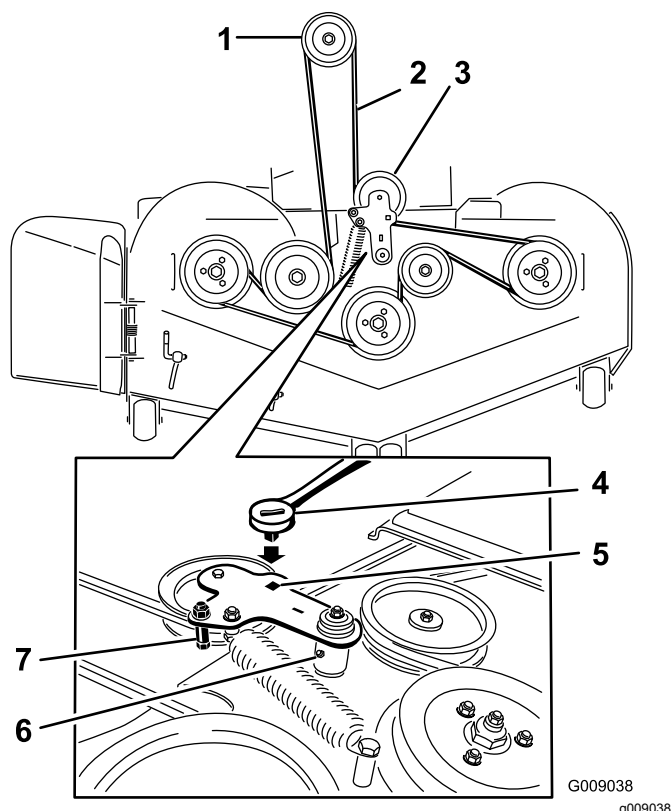

Figure 80
5. Insérez un rochet dans le trou carré du bras de la poulie de tension pour détendre le ressort de la poulie de tension (Figure 80).
7. Enlevez le guide-courroie situé sur le bras de la poulie de tension rappelé par ressort (Figure 80).
9. Acheminez la courroie neuve autour des poulies du tablier de coupe et de la poulie d'embrayage, sous le moteur (Figure 80).
10. Montez le guide-courroie sur le bras de la poulie tension (Figure 80).
11. Insérez le rochet dans le trou carré et montez le ressort de la poulie de tension (Figure 80).